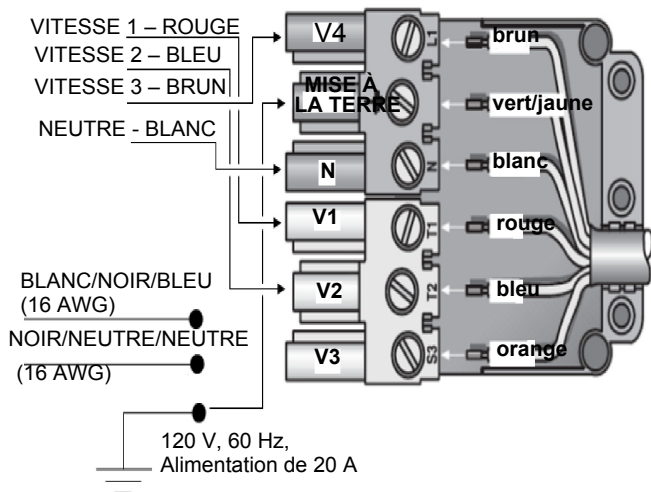

Figure 11 : Câblage de hotte avec un ventilateur de conduit
8. Branchez le ventilateur de conduit aux fils du connecteur en tire-bouchon, comme illustré sur la *Figure 11*. Branchez le fil vert (de mise à la terre) du ventilateur à distance à la vis de mise à la terre de la boîte de connexion.